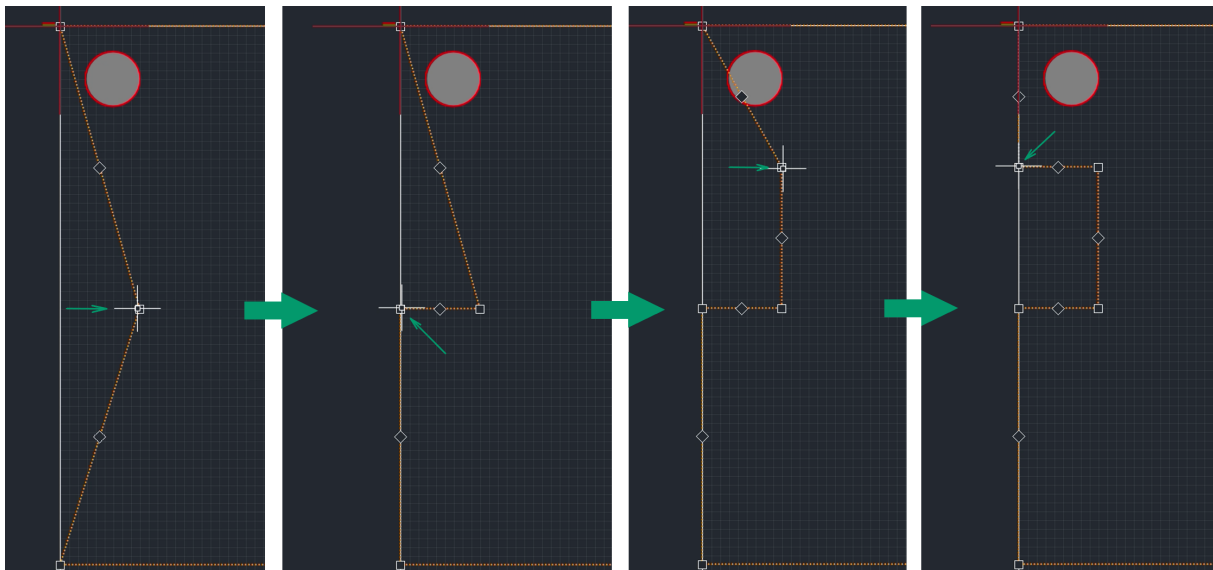

Рис. 461 Редактирование границ области металлизации
3. Отредактируйте границы области металлизации, например, с помощью перемещения точек трансформации, см. Рис. 461.